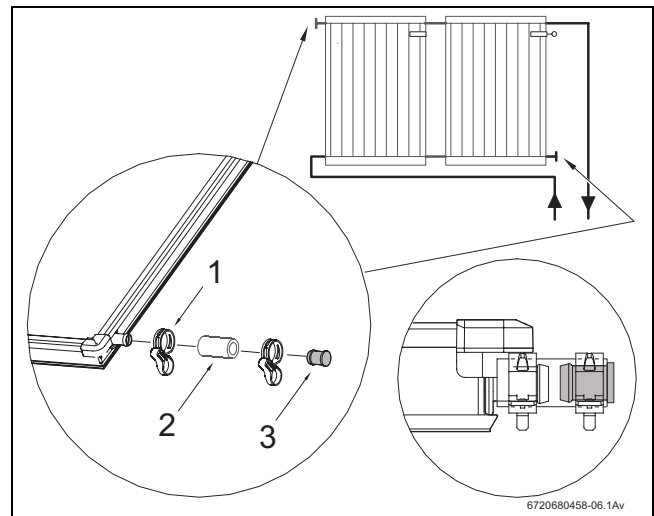

Bild 35 Blindstopfen und Federbandschelle montieren.
- ▶ Solarschläuche 55 mm (Bild 35, [2]) mit dem vormontierten Blindstopfen auf die beiden freien Anschlüsse des Kollektorfeldes stecken.